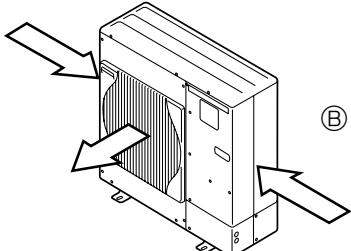

Fig. 2-4
- ③ Placera om det går enheten så att luftutbläset blåser vinkelrätt mot den säsongsbetingade vindriktningen. (Fig. 2-4)